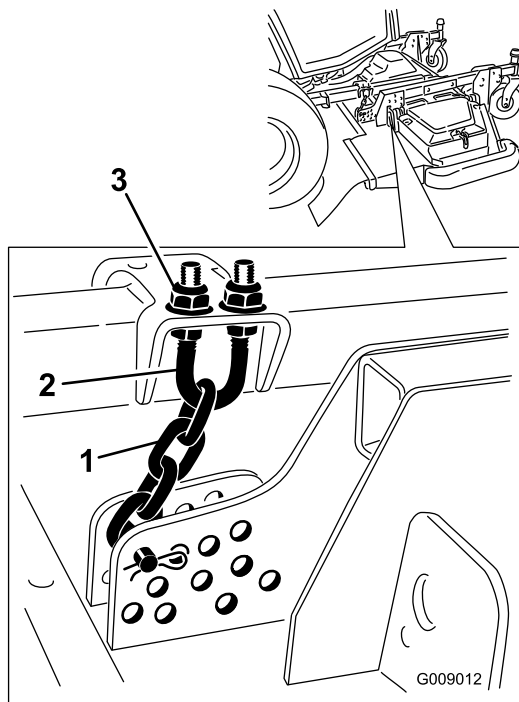

図 137
5. 刈高チェーンのUボルトの上側または下側についているジャムナットをゆるめる 図 137。